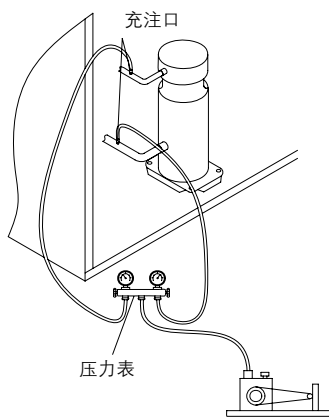

图19 抽真空
2. 用适当软管将多管压力计与高低压管的充注阀连接 (见图 19)。